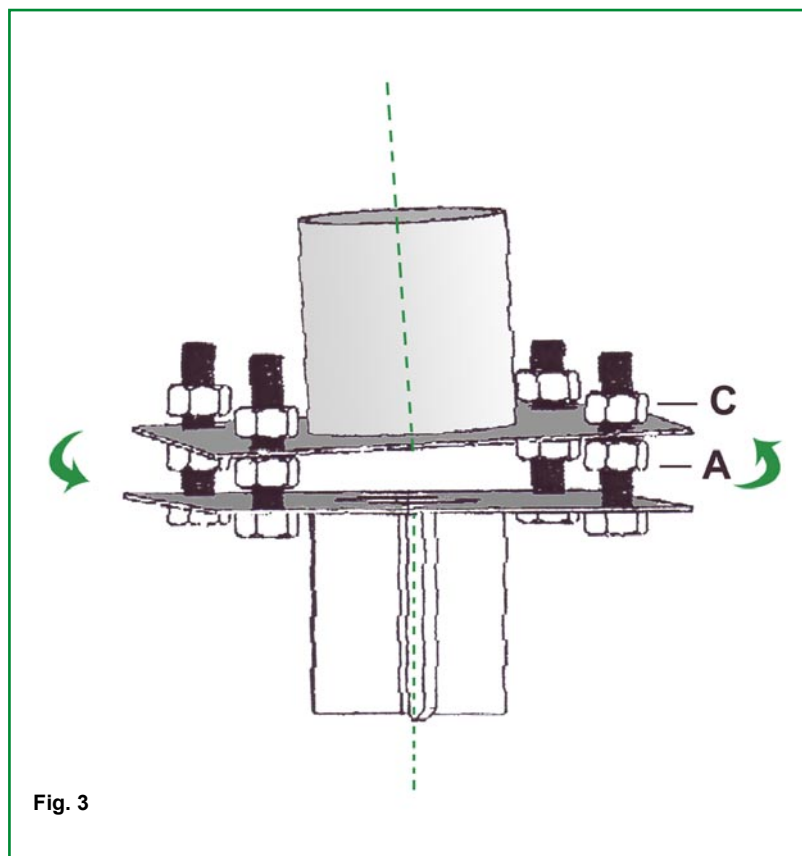

Fig. 3
- 8) Regolare l'allineamento del piattello con il terreno (vedi **Fig. 3**), avvitando/svitando i dadi sottostanti (**A**) e quindi bloccarlo nella posizione desiderata, agendo sui dadi opposti (**C**).